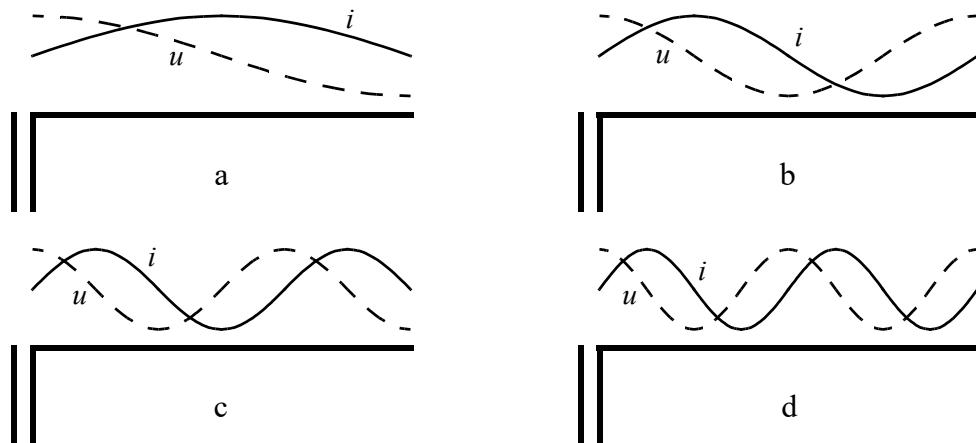

Figure 7.6 Répartition du courant et de la tension dans une antenne demi-onde. a) fondamentale, b) harmonique 2, c) harmonique 3, d) harmonique 4.
- 7.6 *** Une antenne demi-onde ($\lambda/2$) est alimentée en tension, ce qui signifie que le point d'alimentation est à haute impédance. Voir la *Figure 7.6* pour les cas de la fondamentale et des harmoniques 2, 3 et 4. Bien entendu, si la tension est à un maximum, le courant est minimum à cet endroit (loi d'Ohm). Dans les 4 cas, la situation est identiques pour les deux extrémités du brin rayonnant (faible courant, forte tension).
- 7.9 Un point de haute impédance est le siège d'un faible courant et d'une forte tension (loi d'Ohm). Une antenne alimentée en tension est alimentée sur un point de haute impédance. Au point d'alimentation la tension est élevée, on parle d'un ventre de tension et le courant est faible, on parle d'un noeud de courant. Voir par exemple la *Figure 7.6*.